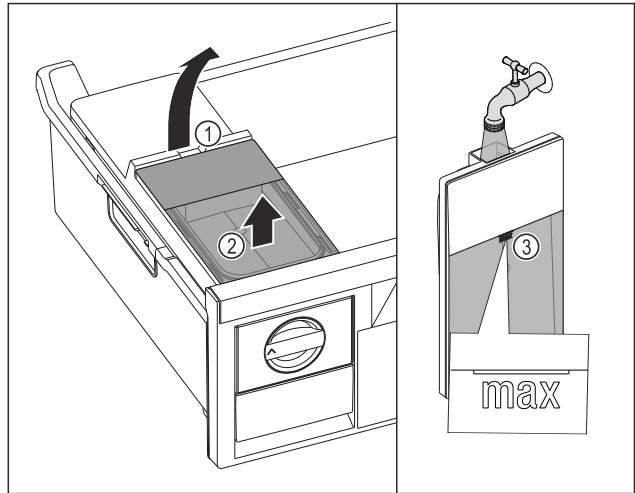

Fig. 98
- ▶ Nádržku na vodu nadvihnite za vybranie Fig. 98 (1).
- ▶ Nádržku na vodu odoberte nahor. Fig. 98 (2)
- ▶ Nádržku na vodu naplňte pitnou vodou po značku Fig. 98 (3).